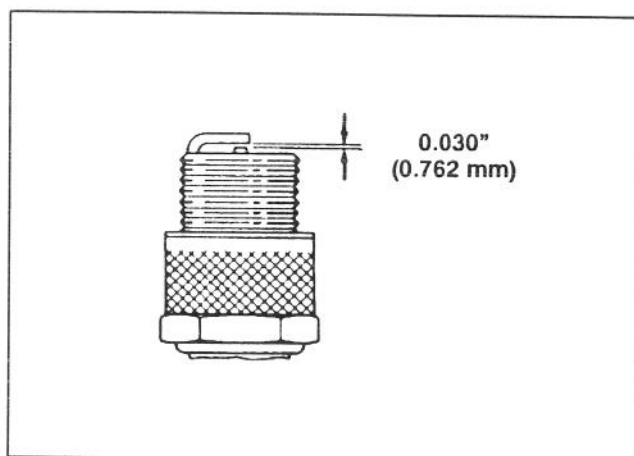

Figure 12
4. Régler l'écartement entre les électrodes centrales et latérales à 0,762 mm (Fig. 12). Installer la bougie à écartement adéquat avec un joint d'étanchéité et serrer la bougie à 2,4 kg/m (20,4 Nm). Si une clé dynamométrique n'est pas utilisée, bien serrer la bougie.